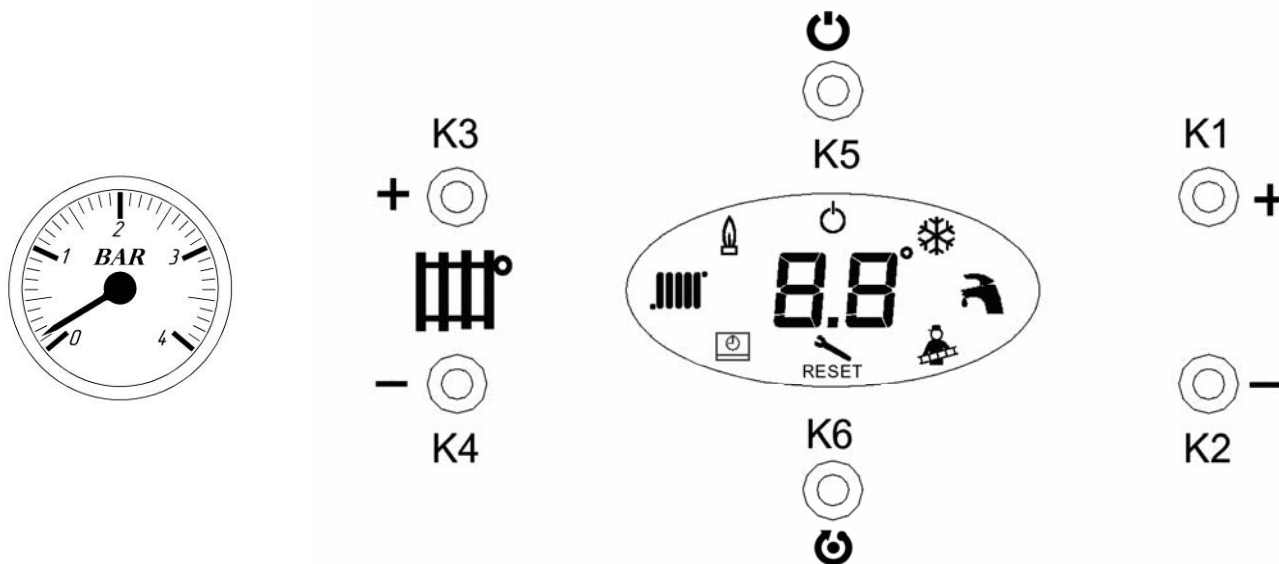

Рис. 4. Панель управления котлом
Всё управление котлом осуществляется с панели управления, внешний вид которой показан на Рис. 4. Если к котлу подключен выносной пульт, то управление осуществляется с него, кнопки панели управления не активны.
При подключении котла к сети электропитания, он автоматически входит в тот режим работы, в котором находился в момент отключения от сети. Смена режимов работы котла осуществляется нажатием на кнопку К5 на панели управления котлом (см. Рис. 4). Ниже представлена последовательность смены режимов работы котла.
- 4) включите котел, не открывая газовый кран, чтобы насос полностью удалил воздух из системы отопления. При этом давление может снизиться до 1 бар и котел выдаст ошибку 04 (неудачный розжиг). Для сброса ошибки необходимо нажать кнопку К6 (RESET) (см. Рис. 4, стр. 16).